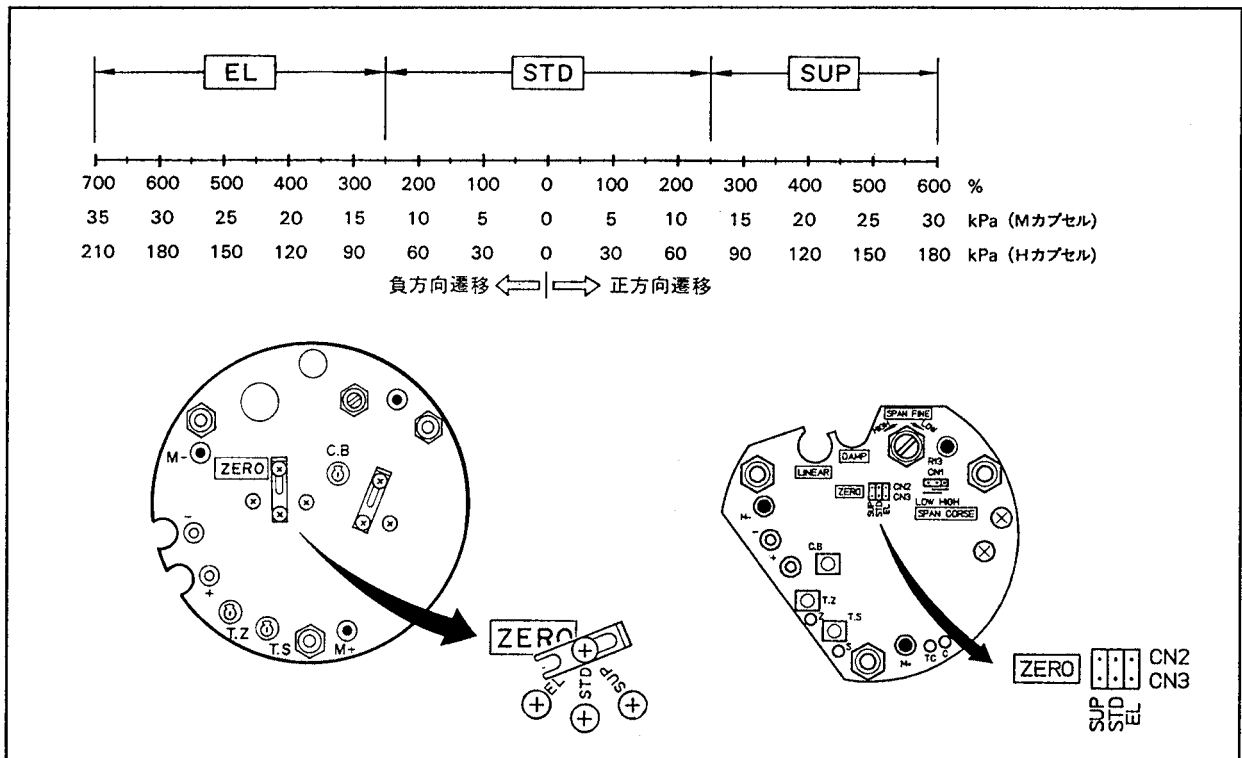

図6.9 遷移方向の変更
- (1) 電源を切ります。
- (2) 6.5.1項を参照して内蔵指示計を取りはずします。
- (3) 図6.9に示すゼロ点粗調整ジャンパ（またはピンコネクタ）を、遷移方向および遷移量に応じて次のいずれかの位置に切り替えます。ゼロ点の微調整ねじで行います。